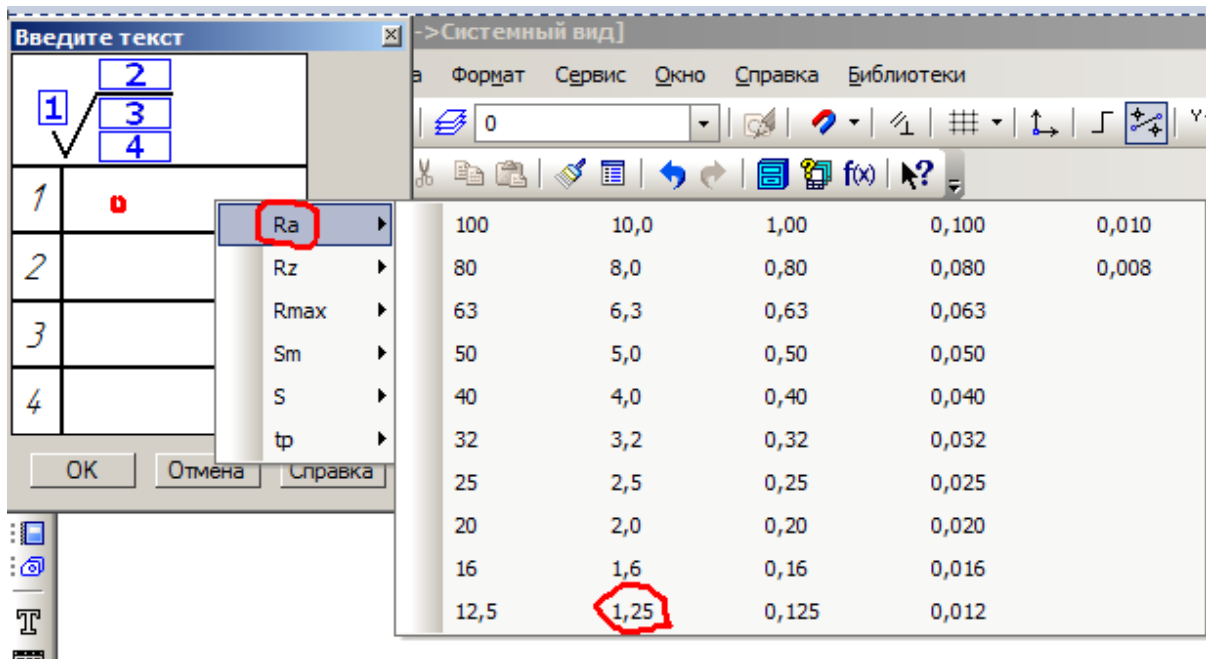

Рис. 38. Диалоговое окно выбора шероховатости
- подведите курсор к пункту **Ra**. Появится справочная таблица со стандартными значениями шероховатости (рис. 38);